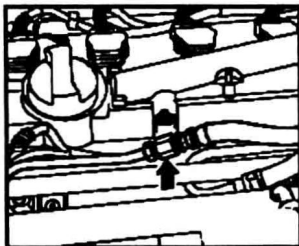

图 1-1-16 示意图
(2) 打开图 1-1-16 箭头所示接头，用抹布吸净溢出的燃油。用 V.A.G1318/11、V.A.G1318/12 和 V.A.G1318/13 接到供油管上。